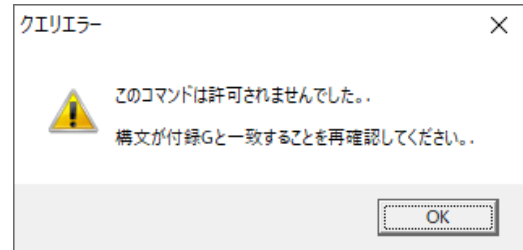

図19: [クエリエラー] メッセージ
- 処理が正しく行われなければ、[クエリエラー] にメッセージが表示されます（図19の例を参照）